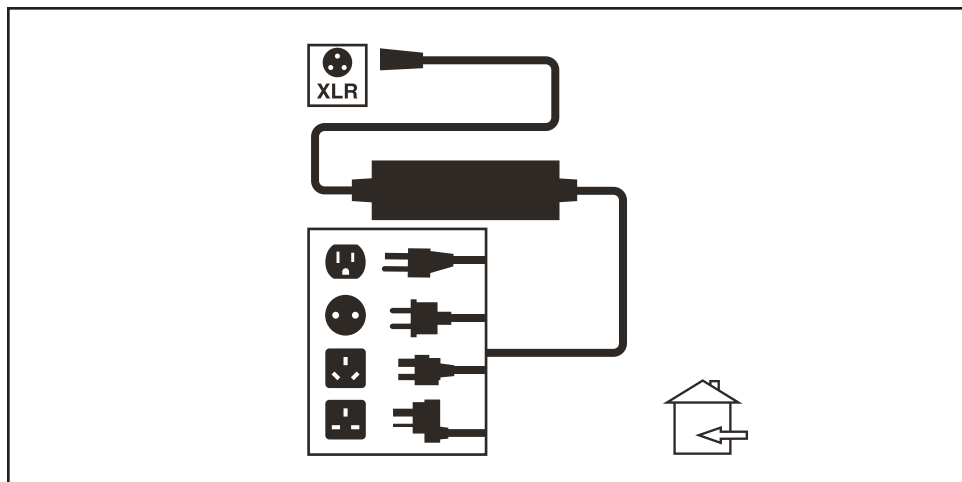

Figure 17. Recharge des batteries
3. Branchez le connecteur à 3-fiches du câble du chargeur externe dans le réceptacle de programmation/chargeur sur le contrôleur. **Voir la figure 17.**